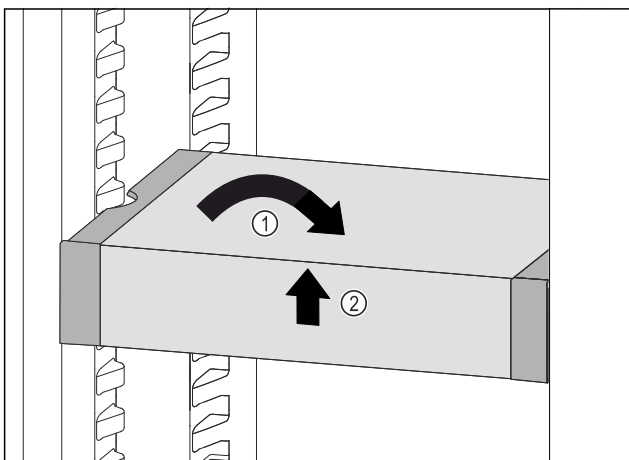

Fig. 130
- ▶ Установите VarioSafe прямо. Fig. 130 (1)
- ▶ Приподнимите VarioSafe спереди. Fig. 130 (2)